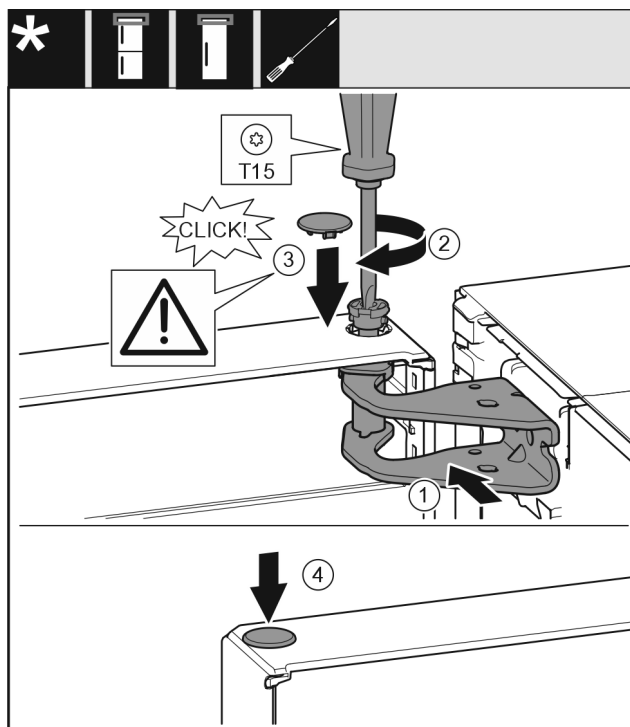

Fig. 17
- Joondage uks ülal laagripuki ava suhtes välja. Fig. 17 (1)
- Pange polt sisse ja keerake kruvikeerajaga T15 kinni. Fig. 17 (2)
- ▶ Monteerige ukse kindlustamiseks turvakate: pange turvakate sisse ja kontrollige, kas see toetub uksele. Vastasel juhul pange polt täielikult sisse. Fig. 17 (3)
- ▶ Pange kork sisse. Fig. 17 (4)